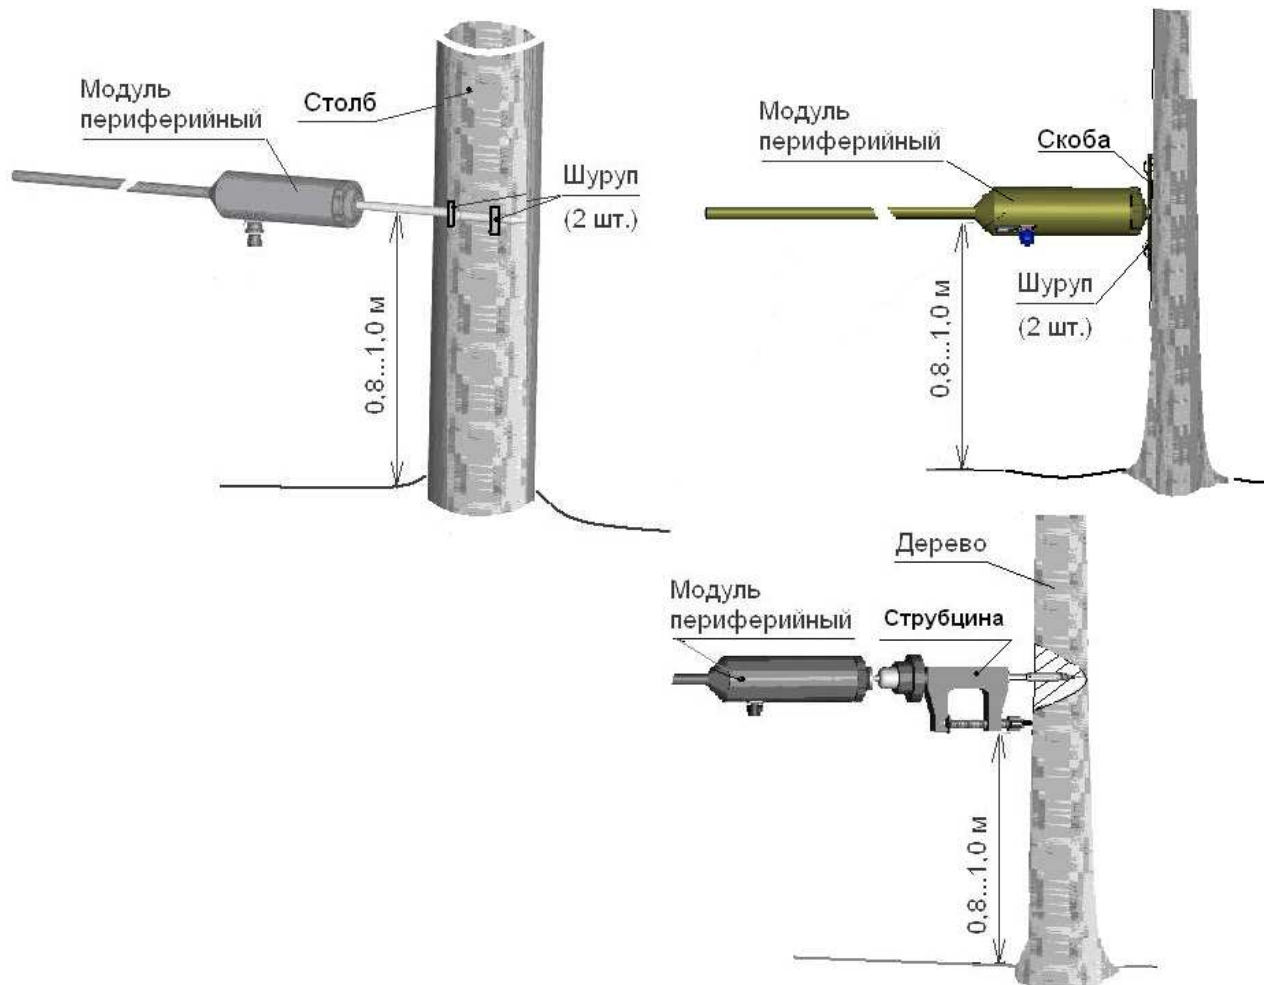

Рисунок 5 – Развёртывание МП на дереве (столбе)
1.5.3 Развёртывание на участке с установкой на дерево (столб) выполнять в последовательности, рисунок 5: